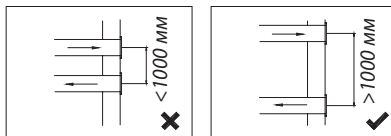

Рис. 5. Расстояние между заборной и выпускной решетками
- (5) Чтобы предотвратить обратное засасывание в помещение вытяжного воздуха, между заборной и выпускной решетками на наружной стене должно быть расстояние по крайней мере 1 000 мм (Рис. 5).